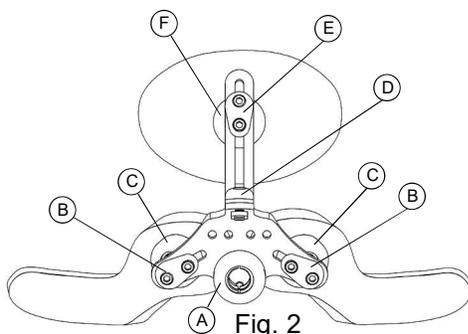

Fig. 2
La larghezza tra le imbottiture sub-occipitali può essere regolata in base alla larghezza del collo facendo scorrere le sfere di montaggio lateralmente lungo le guide. (Pagina 22, Fig. 2, B). Regolare le imbottiture in modo che il contatto sia uniforme e che il supporto primario sia fornito dalla parte posteriore delle imbottiture (Fig. 4).
6. Regolare l'imbottitura occipitale in avanti in modo che entri in contatto con l'occipite. L'allentamento dei bulloni (Pagina 22, Fig. 2, E) consente di muovere l'imbottitura verso l'alto o verso il basso per raggiungere un contatto ottimale con il capo. Fare attenzione a non allontanare il paziente dal contatto con le imbottiture sub-occipitali posizionando l'imbottitura occipitale troppo in avanti. L'angolazione della piastra di supporto influisce sulla gamma di regolazioni possibili dell'imbottitura occipitale. Dopo avere raggiunto l'angolazione ottimale, stringere le viti per bloccare il sistema in posizione.